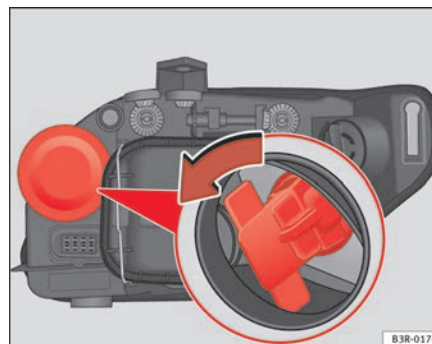

Fig. 215 Lâmpada das luzes indicadoras de mudança de direcção
- Extraia o porta-lâmpadas agarrando-o pela pega e rodando no sentido anti-horário ⇒ fig. 215.